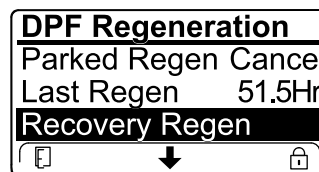

Figura 77
- Si la computadora del motor no ha sido solicitado una regeneración de recuperación y usted se desplaza a la opción RECUPERACIÓN DE RECUPERACIÓN, la regeneración de recuperación se bloquea y el icono de bloqueo (Figura 77)